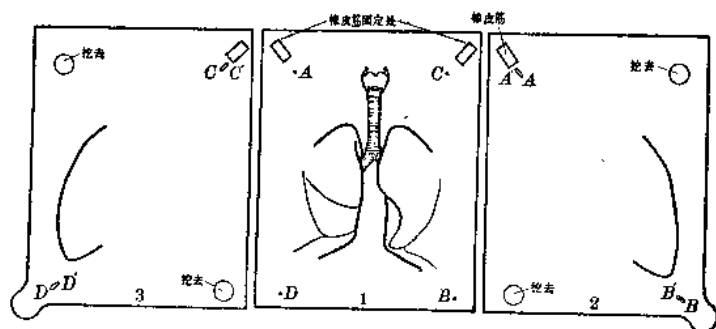

图 2-28
1. 先在白纸上画好肺叶和气管的完整底稿。取三张片基分别覆在底稿上描绘肺的各个部分(图 2-28)。着色时要